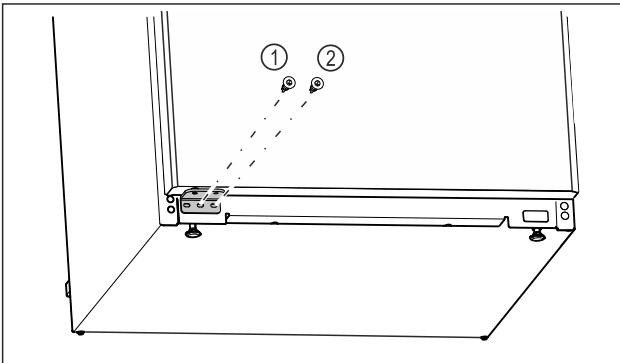

Fig. 25
- ▶ Zaskrutkujte strednú skrutku ložiskovej konzoly Fig. 25 (1) skrutkovačom Torx 20.
- ▶ Zaskrutkujte vnútornú skrutku ložiskovej konzoly Fig. 25 (2) skrutkovačom Torx 20.